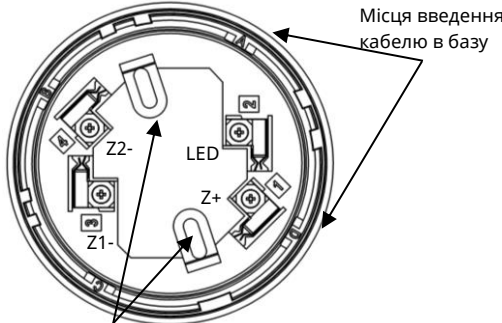
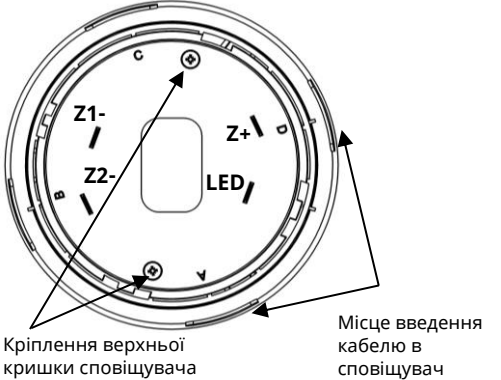

Рисунок 3.1 – Розташування клем на базі сповіщувача
Рисунок 4.1 – Вигляд сповіщувача з боку контактів
- 2) викрутити 2 шурупи з боку контактів на корпусі сповіщувача (Рис. 3.1) і, утримуючи викрутку фіксатор термістора, зняти верхню кришку, зняти фіксатор термістора;
- 2) встановити базу на рівній поверхні, прикріпити шурупами або гвинтами згідно з Рис. 3.1, після затягування яких база не повинна бути деформована;
- 3) закріпити дроти ШС в гвинтових клемах бази відповідно до Рис. 3.1 і таблиці 3.1. В базі сповіщувача чотири клем;
4.5 Для випадків, коли кабель всередину бази заводять збоку, в самій базі та в кришці сповіщувача передбачені вікна, в яких за потреби вирізають отвори. Ці вікна промарковані літерами **«А»**, **«В»**, **«С»**, **«D»** (Рис. 3.1, Рис. 4.1).